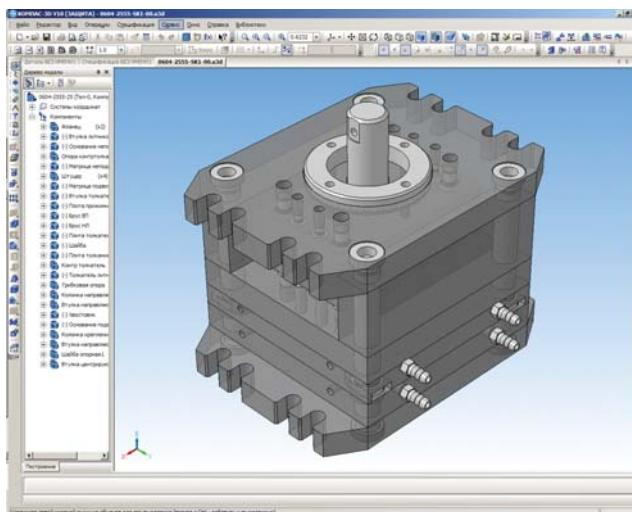

Рис. 8 3D-модель пресс-формы
- Автоматически получить комплект твердотельных деталей формы, а также их сборку с дополнительным контролем совместимости средствами системы КОМПАС-3D (Рис. 8).